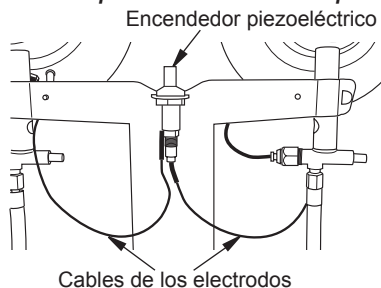

Figura 4 - Cómo conectar los cables de los electrodos al encendedor piezoeléctrico
5. Conecte los cables de los electrodos al encendedor piezoeléctrico como se muestra en la figura 4.